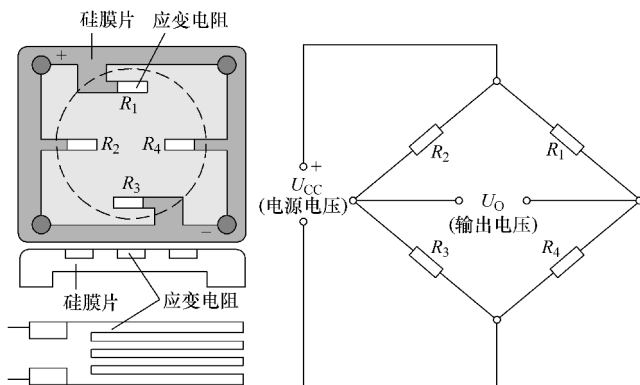

图 5-35 半导体压敏电阻式传感器结构与工作原理
(1) 半导体压敏电阻式的结构与工作原理 半导体压敏电阻式进气歧管绝对压力传感器由压力转换元件 (硅膜片) 和把转换元件输出信号进行放大的 IC 电路组成。其结构与工作原理如图 5-35 所示。